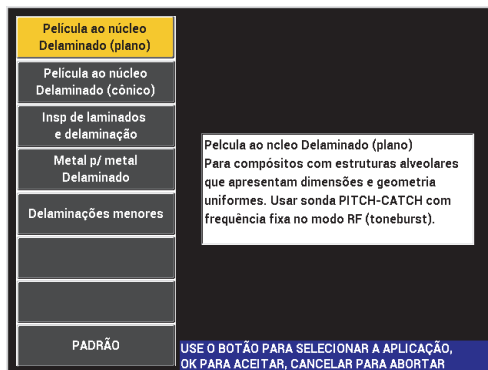

Figura 6-2 Aplicação para descolamentos da película ao núcleo (plano)
3. Selecione a aplicação **Descolamento da película ao núcleo (plano)** e, em seguida, ✓ para aceitar (veja Figura 6-2 na página 132).